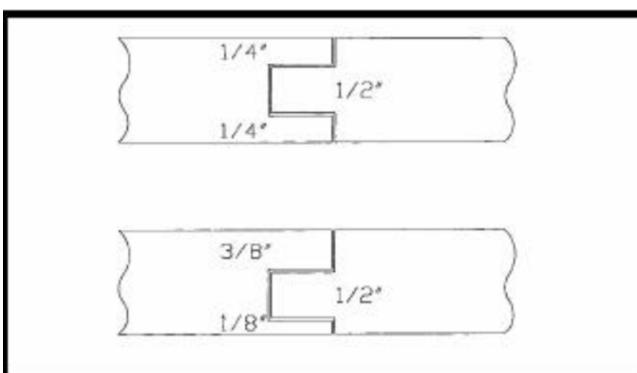
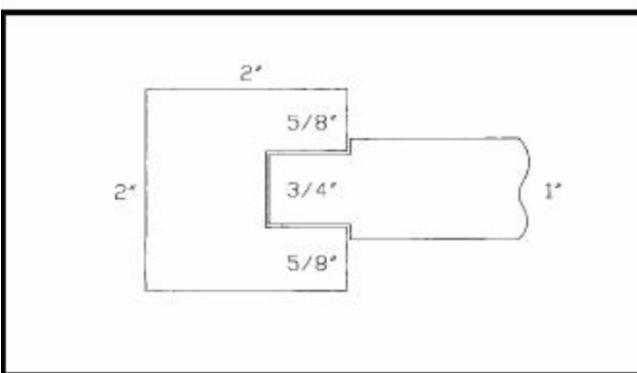

Рисунок 27
Рисунок 28
- При выполнении шипового соединения «в гнездо» ставится цель создать максимально плотную посадку и наибольшую площадь сопряжения деталей при склейке. Поэтому шип делается максимально длинным (примерно $\frac{1}{2}$ ширины вертикальной стойки или длиннее, при использовании узких заготовок). Балансстыка должен быть следующим: объем шипа равен суммарному объему стенок гнезда. Пример показан на Рис. 27. Если заготовки разные по размеру, делайте шип настолько массивным, насколько это возможно. См. Рис. 28.